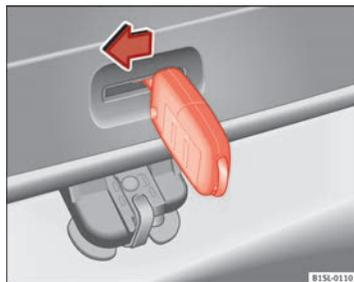

Fig. 130 Dal bagagliaio:
- Inserire l'ingegno della chiave nell'apertura del portellone ⇒ fig. 130 e premere la leva di sbloccaggio nella direzione indicata dalla freccia, per sbloccare il portellone. ■